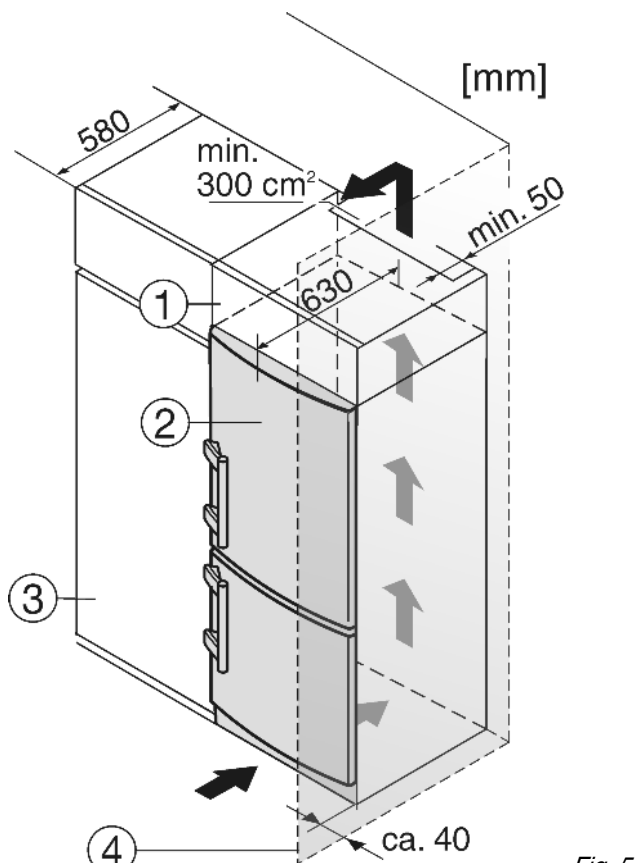

Fig. 5
- (1) Дополнительный шкафчик
(2) Устройство
(3) Кухонный шкаф
(4) Стенка
Устройство может быть окружено предметами кухонной обстановки. Чтобы уравнять устройство Fig. 5 (2) по высоте с кухонной стенкой, можно установить над устройством соответствующий дополнительный шкафчик Fig. 5 (1).
При комбинировании с кухонными шкафами (глубина макс. , 580 мм) устройство можно установить непосредственно рядом с кухонным шкафом Fig. 5 (3). Дверца устройства выступает по сторонам на 34 мм и по центру устройства на 50 мм относительно передней стенки кухонного шкафа. Поэтому ее можно свободно открывать и закрывать.
Если устройство установлено на шарнирах у стены Fig. 5 (4), то расстояние между устройством и стеной должно быть не менее 40 мм. Настолько выступает ручка при открытой дверце.